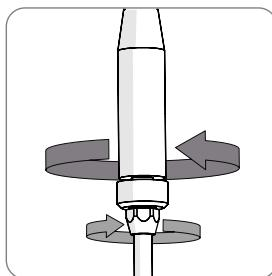

Abb. 2
- Ziehen Sie das größere Kupplungselement kräftig fest, so dass sich die beiden Teile des Strahlrohrs verbinden. (**Abb. 2**)